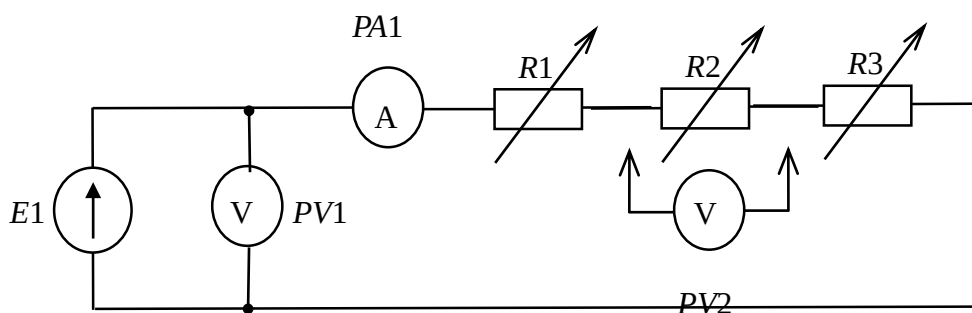

Рис. 4. Схема линейной электрической цепи постоянного тока с последовательным соединением элементов
1. Соберите линейную электрическую цепь постоянного тока с последовательным соединением элементов (рис. 4). В качестве резисторов $R_1, - R_3$ используйте резисторы блока «Резисторы / Активная нагрузка», В качестве амперметра $PA1$ используйте один из ампервольтметров модуля «Измерительные приборы» в режиме DC, в качестве вольтметра $PV1$ – встроенный вольтметр источника питания $E1$. Ручку регулировки напряжения источника $E1$ установите в ноль, повернув ее против часовой стрелки до упора. Величины номинальных сопротивлений резисторов $R_1 - R_3$ установите в соответствии номером варианта (табл. 1). В качестве вольтметра $PV2$ для измерения напряжений на резисторах подготовьте и используйте один из мультиметров. Представьте схему для проверки преподавателю.